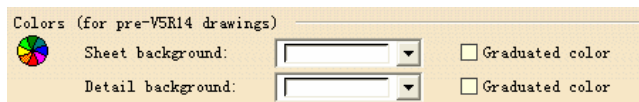

图 6-33
(3) Colors (颜色) 选项组 (如图 6-33 所示)